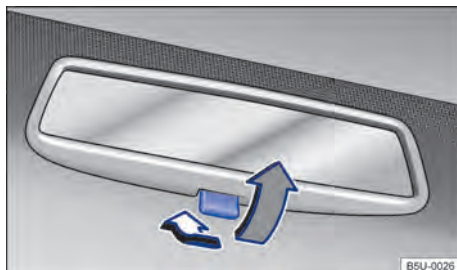

Fig. 71 No para-brisa: espelho retrovisor interno com antiofuscante manual.
- Posição noite: puxar a alavanca → Fig. 71 (seta cinza), para evitar o ofuscamento dos faróis dos veículos que trafegam atrás. ▶